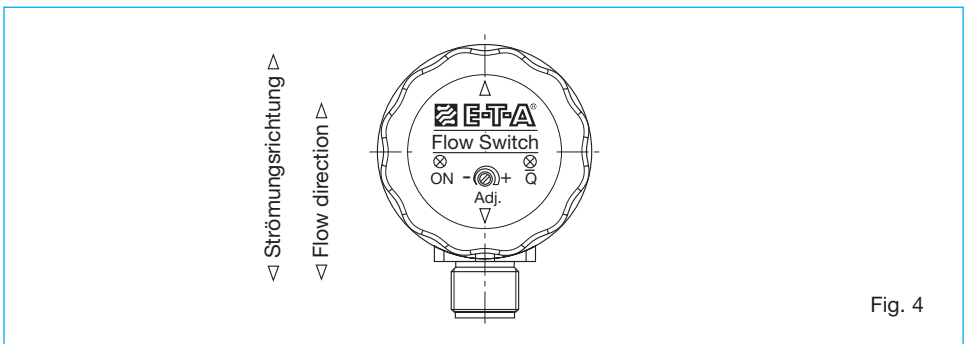

Fig. 4
- Strömungswächter FS 10-...-11-... mit O-Ring in den Sensoradapter TP-..., Kugelhahn BV-... oder Anschweißstutzen einstecken (Fig. 4) und die Überwurfmutter festschrauben.
- Insert the flow monitor FS 10-...-11-... with the O ring into the sensor adapter TP-..., the ball valve BV-... or the welded fitting (fig. 4) and tighten the union nut.